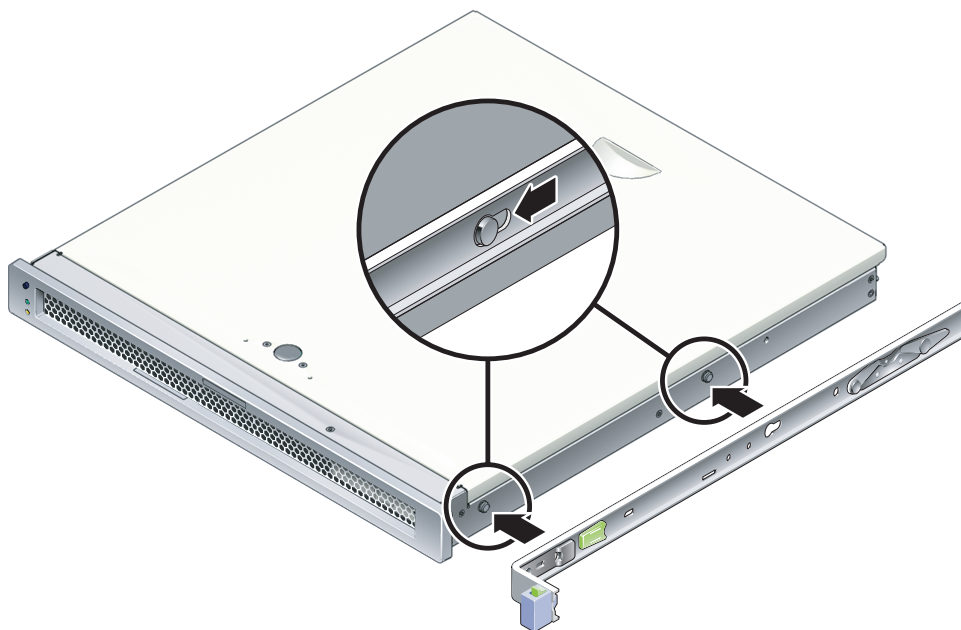

FIGURA 2-3 Collegamento di una staffa di montaggio allo chassis
- a. Posizionare la staffa di montaggio contro lo chassis del server (FIGURA 2-3) in modo che il blocco della guida si trovi sul lato anteriore e le due aperture sagomate della staffa di montaggio siano allineate con i due perni laterali dello chassis.
- c. Verificare che entrambi i perni siano inseriti nelle aperture e che il perno anteriore si sia innestato nel blocco della staffa di montaggio (FIGURA 2-3).